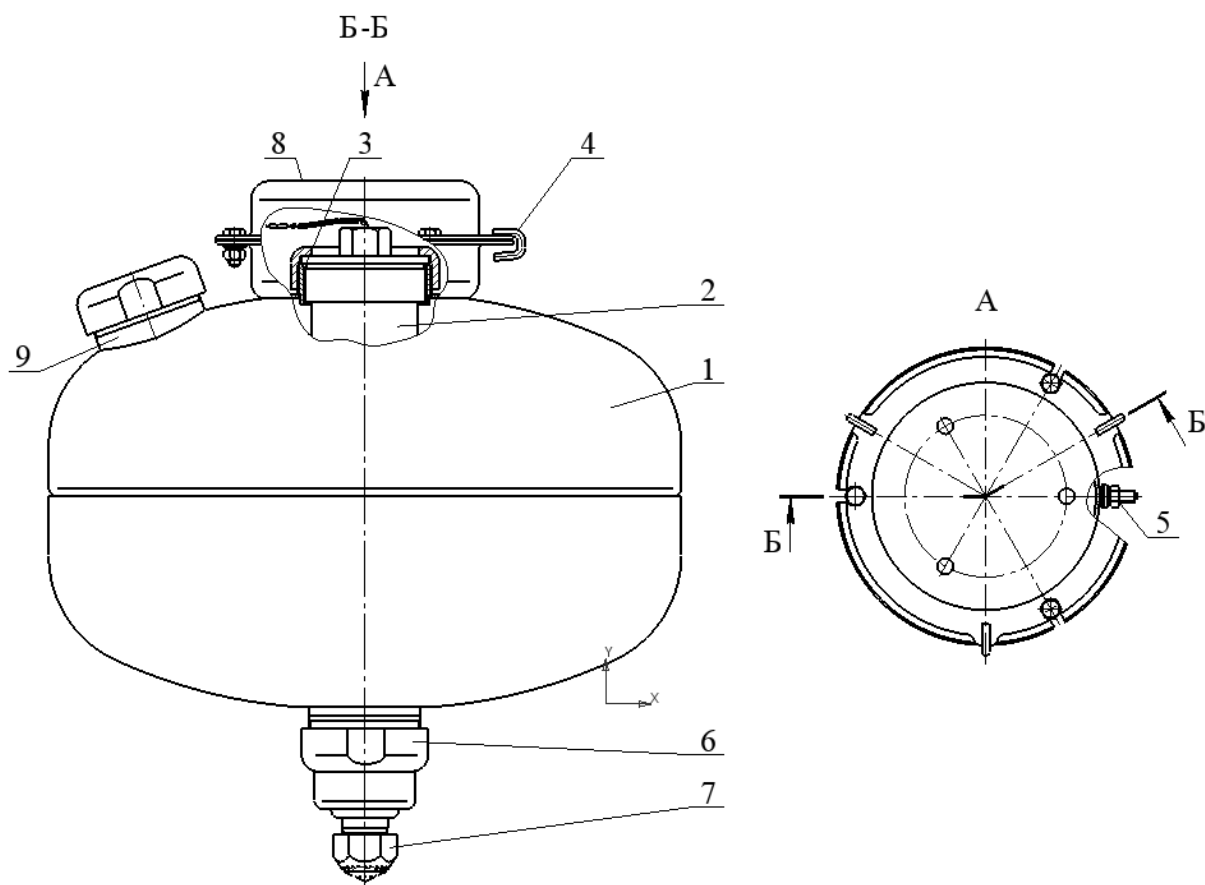

Рисунок 1
4.1.1 МУПТВ (см. рисунок 1) состоит из корпуса 1, заправленного ОТВ, в котором размещено газогенерирующее устройство 2.
4.2.1 После подачи электрического импульса на выводы элемента электропускового **4** (см. рисунок 1) ИХГ **3** генерирует газ, который создает давление внутри корпуса МУПТВ для вскрытия мембраны **5** и выпуска через насадок-распылитель **7** в зону горения тонкораспыленной струи ОТВ.
6.3 Закрепить кронштейн **8** (см. рисунок 1) на потолке. Координаты отверстий в кронштейне приведены на рисунке 6.
6.5.1 Подготовка ОТВ для МУПТВ-13,5-ГЗ-ВД($t^{\circ}\text{C} = +5_{\text{п}}$): залить в отверстие верхней горловины **9** (см. рисунок 1) воду (питьевую либо дистиллированную) (температура воды должна быть плюс ($15...25$) $^{\circ}\text{C}$) объемом $11,8^{+0,05}$ дм³. Открыть упаковки с жидкими добавками к воде и залить их в отверстие верхней горловины **9**. Установить в отверстие горловины предохранительный клапан. Сверху закрутить гайку. Момент затяжки гайки 110^{+20} Н×м.
6.5.2.3 Полученный раствор ОТВ залить в отверстие верхней горловины **9** (см. рисунок 1). Для окончательного приготовления ОТВ открыть упаковку (упаковки) с жидкими добавками и залить их в отверстие верхней горловины **9**. Установить в отверстие горловины предохранительный клапан. Сверху закрутить гайку. Момент затяжки гайки 110^{+20} Н×м.
6.6 На выпускную горловину гайки **6** (см. рисунок 1) накрутить до упора насадок-распылитель **7**.
7.4 Комплект поставки для перезарядки МУПТВ (см. рисунок 1):